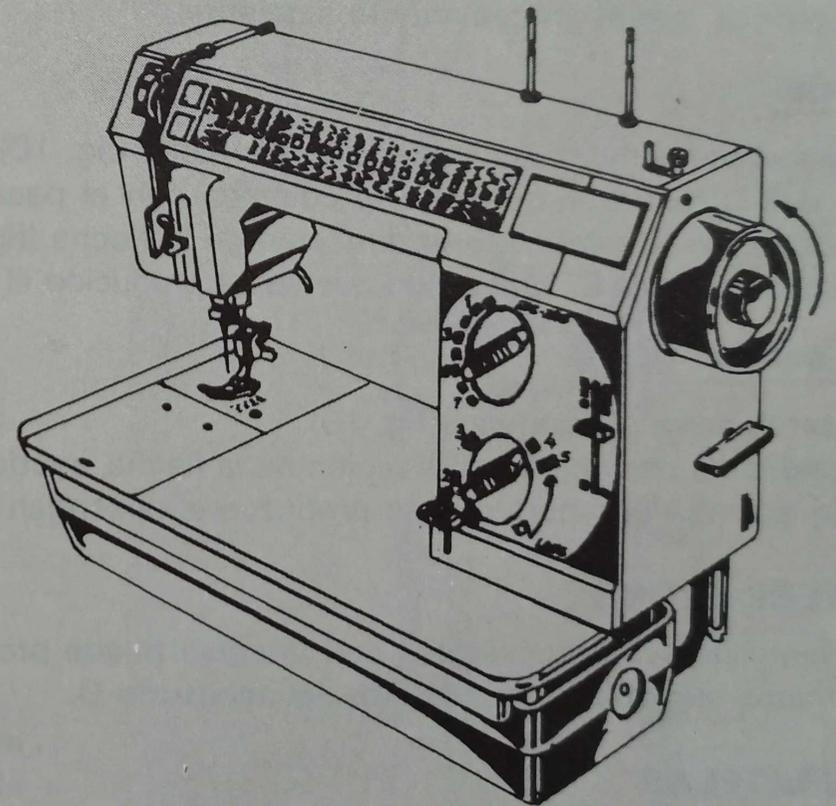

Fig. 1
Girar el volante SIEMPRE en dirección de la persona que cose (fig. 1).
- Girando el volante con la mano (siempre hacia la persona que cose), (ver fig. 1) hasta que la barra de aguja se encuentre en la parte más alta.
Desplazando la palanca H en dirección contraria a la indicada, conseguimos subir los dientes, pero para ello debemos colocar la barra de aguja en la posición más baja; esta circunstancia la conseguimos girando el volante (siempre hacia la persona que cose) (ver fig. 1).
Llevar la barra de aguja a su punto más alto, girando el volante a mano (fig. 1), y subir el prensateelas.
Subir la barra de aguja girando el volante a mano (fig. 1).